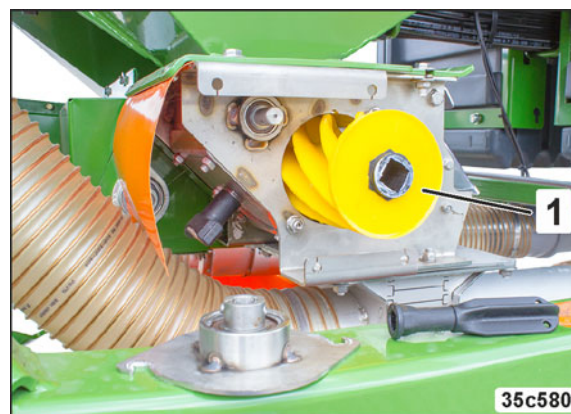

Рис. 192
5. Извлеките дозирующую катушку из дозатора (Рис. 192/1).